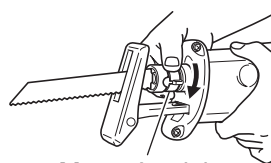

Fig. 6
- (4) Tire ligeramente del manguito del sujetador en la dirección de la flecha indicada en la Fig. 6 (en la dirección opuesta a la flechada marcada en el mismo). Al hacerlo, la fuerza del resorte hará que el manguito del sujetador vuelva automáticamente a la posición correcta. No hay necesidad de asegurar el manguito del sujetador en este momento. (Fig. 6)